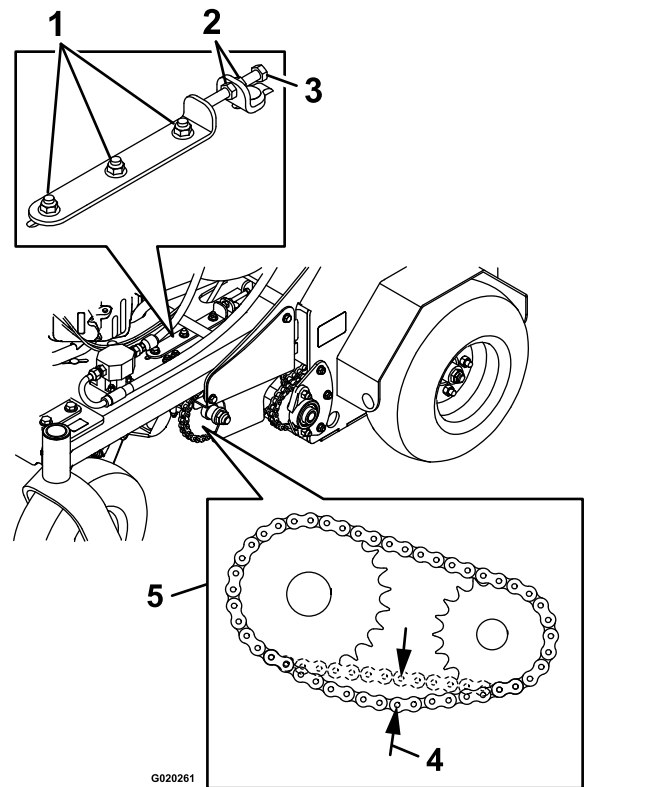

Figura 44
4. En cada lado de la máquina, afloje las 3 tuercas y pernos que sujetan el soporte de la transmisión y la placa del tensor, y las 2 tuercas que sujetan el perno de ajuste a la placa del tensor, según se muestra en la Figura 44.